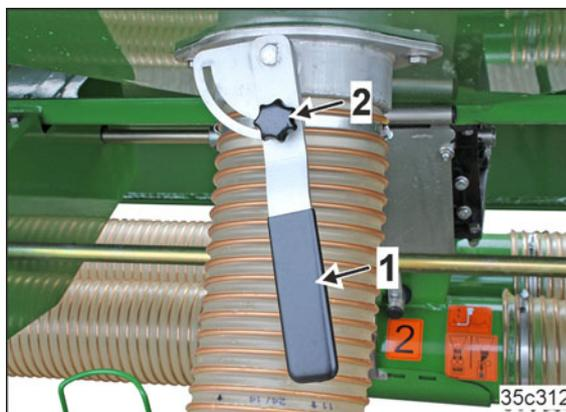

Рис. 57
2. Удерживая рычаг (Рис. 57/1), открутите болт с накатной головкой (Рис. 57/2).
7. Зафиксируйте рычаг (Рис. 57/1) болтом с накатной головкой (Рис. 57/2).